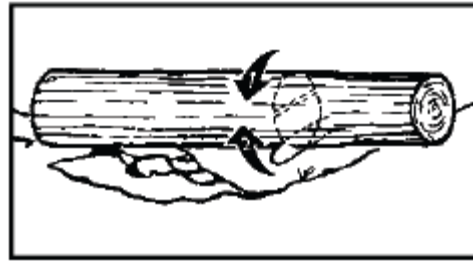

Fig. 12
3. Bûche soutenue aux deux extrémités : commencer par couper plus d'un tiers du diamètre de la bûche pour éviter les éclats puis coupez par-dessus pour rencontrer la première coupe et éviter les pincements (Fig. 12).